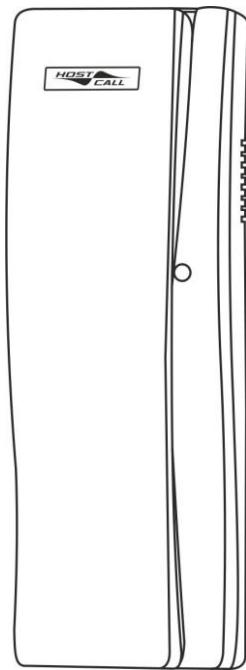

Рисунок 5.17. Телефонная трубка MP-511T1
1. Телефонная трубка MP-511T1 (рис.5.17).